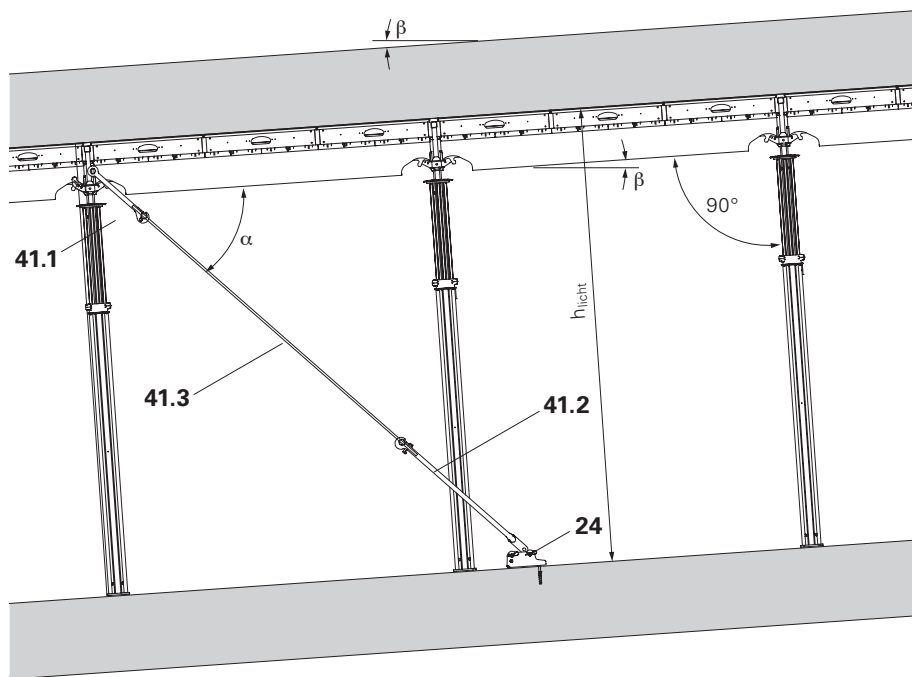

Fig. A11.02
6. Fissare l'unità inferiore del dispositivo (41.2) alla piastra base con il perno e assicurare il perno con l'inserto a molla. (Fig. A11.02)